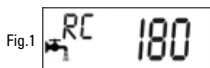

Fig.1
- Fig.1 : réserve entamée, il reste 180 litres